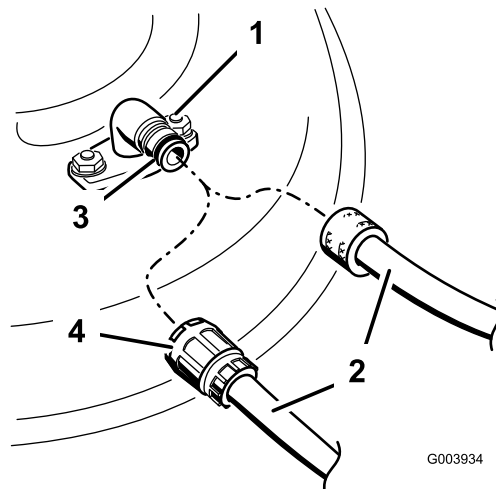

Bild 49
- Montieren Sie die Schlauchkupplung auf die Kupplung am Mähwerk-Spülanschluss und drehen Sie das Wasser mit starkem Druck auf (Bild 49).